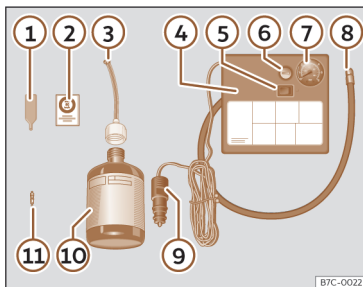

Fig. 214 Representação standard: conteúdo do kit antifuros.
O kit antifuros está localizado na bagageira, por baixo do revestimento do piso. Inclui os seguintes componentes >>> **Fig. 214**:
- Desenrosque a proteção e o obus da válvula do pneu. Utilize o aparelho >>> **Fig. 214** ① para retirar o obus. Coloque-o numa superfície limpa.
- Agite com força a garrafa de vedante de pneus >>> **Fig. 214** ⑩.
- Enrosque o tubo de enchimento >>> **Fig. 214** ③ na garrafa de vedante. O selo da garrafa partir-se-á automaticamente.
- Remova o tampão do tubo de enchimento >>> **Fig. 214** ③ e enrosque a extremidade aberta do tubo na válvula do pneu.
- Volte a colocar o obus com o aparelho >>> **Fig. 214** ① na válvula do pneu.
- Enrosque o tubo de enchimento do pneu do compressor >>> **Fig. 214** ⑧ na válvula do pneu.
- Verifique se o parafuso de evacuação de ar está fechado >>> **Fig. 214** ⑥.
- Ligue o conector >>> **Fig. 214** ⑨ a uma tomada de corrente de 12 volts do veículo >>> **Página 219**.
- Ligue o compressor de ar com o interruptor ON/OFF >>> **Fig. 214** ⑤.
- Cole o autocolante >>> **Fig. 214 ②** no painel de instrumentos, dentro do campo visual do condutor.
Volte a enroskar o tubo de enchimento >>> **Fig. 214 ⑧** e verifique a pressão no manómetro **⑦**.